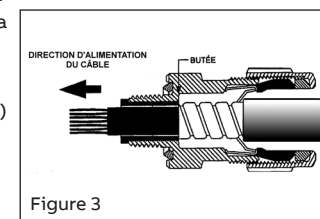

Figure 3
- Insérer le câble dans l'ouverture du presse-étoupe et le pousser jusqu'à ce que l'armure du câble s'appuie sur la butée (Figure 3). Si l'armure est mal positionnée, sa mise à la terre risque d'être compromise.